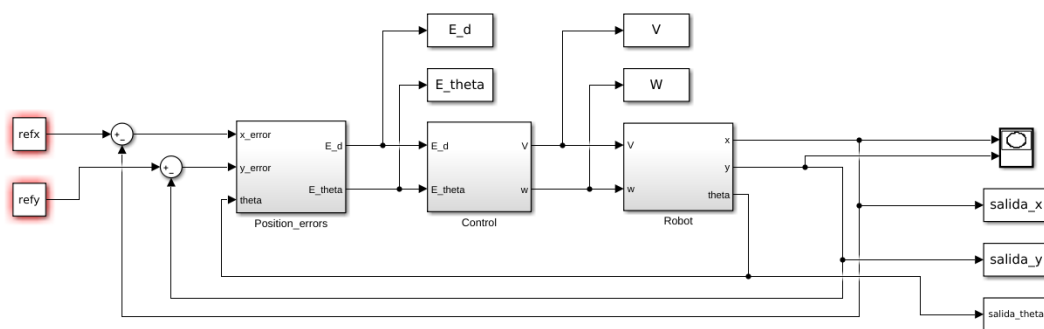
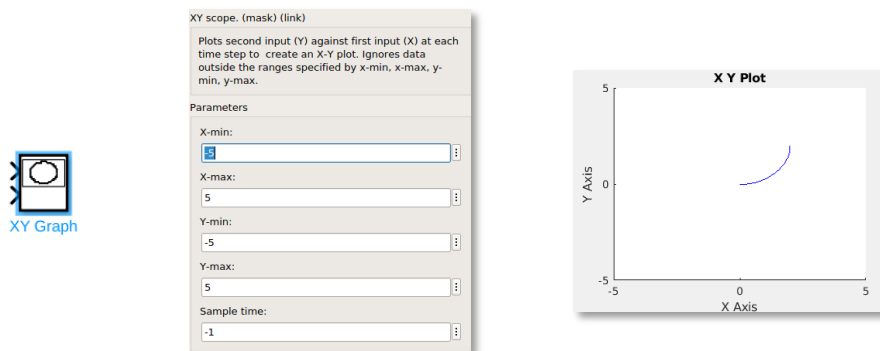
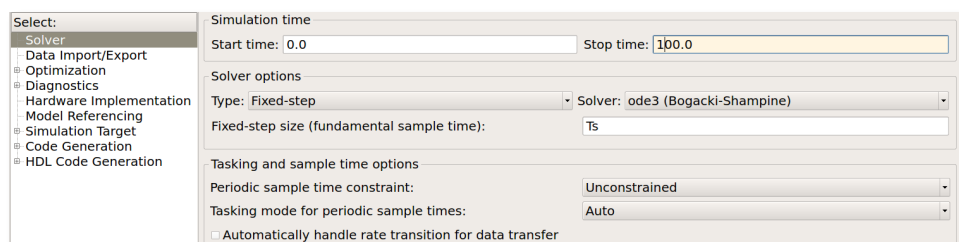

Figura 1. Esquema general de un control de posición.
Figura 6. Bloque de visualización de la trayectoria.
Figura 8. Parámetros de la simulación.
La referencia de posición del robot, es decir la posición destino u objetivo del robot, se determina mediante las coordenadas x_r, y_r (bloques constantes $refx$ y $refy$ del esquema general de control de la Figura 1).
En el esquema de la Figura 1, se dispone de un bloque de visualización de la trayectoria efectuada por el robot en el plano X-Y cuyas características y resultado se muestra en la Figura 6.
- Implemente el esquema de la Figura 1, incluyendo todos los bloques principales. Utilice como controlador el proporcionado en "controlblackbox.slx". Configure los parámetros de la simulación (menú "Simulation/Model Simulation Parameters") tal y como se muestra en la Figura 8. Guarde el esquema de Simulink con un nombre reconocible, por ejemplo "PositionControl.slx".